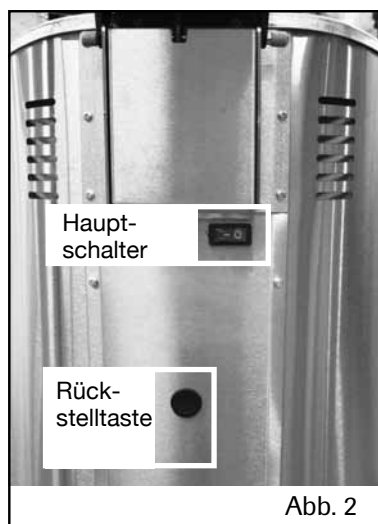

Abb. 2
- Der Hauptschalter des Saunaofens befindet sich auf der Ofenrückseite oben (Abb. 2).
- Die Rücksetztaste wird so fest gedrückt, dass man ein Knackgeräusch hört (siehe Abb. 2). Schalten Sie den Hauptschalter ein.